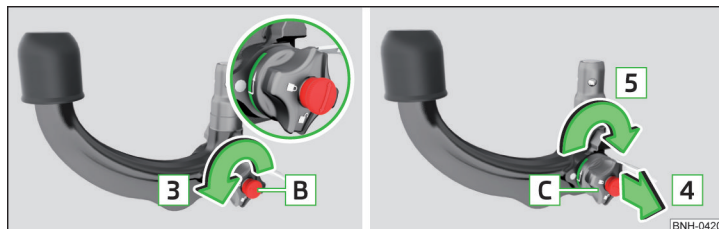

Abb. 131 Bereitschaftsstellung einstellen
- Den Schlüssel **B** bis zum Anschlag in Pfeilrichtung **3** drehen, sodass der Pfeil am Schlüssel zum Symbol **♠** » Abb. 131 zeigt.